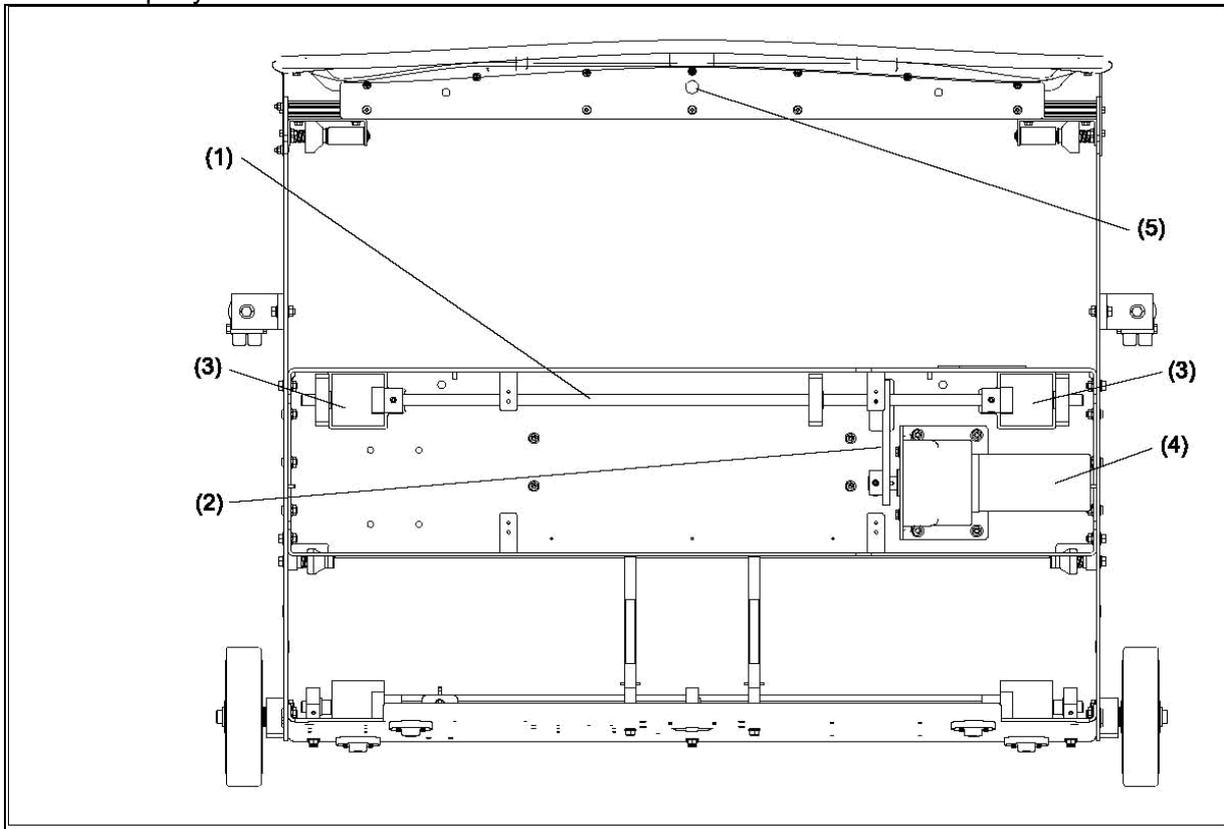

Рисунок 6-6. Ходовая часть машины
1. Машина перемещается вперед и назад по дорожке при помощи ходового мотора и ведущих колес, соединенных с мотором через цепную передачу. См. рисунок 6-6.